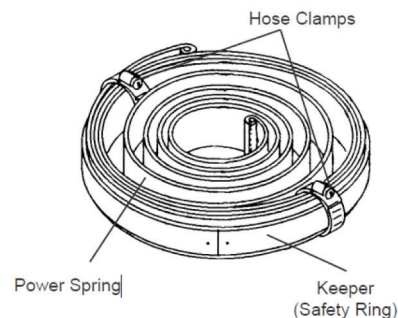

Fig. 12
8. Proteja sus manos con guantes gruesos. Antes de retirar el resorte, asegúrelo con bridas para mantener las espiras del resorte juntas y sujetas entre ellas (fig. 12), puede ayudarse de unos alicates. Entonces extraiga el resorte suavemente.